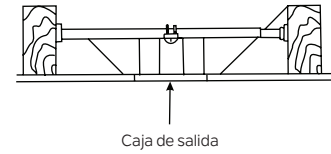

Fig. 4
**NOTA:** Dependiendo de la ubicación que haya seleccionado para la instalación, es posible que deba comprar e instalar un "Colgador de viguetas" para el soporte de la caja de salida. Asegúrese de que la percha de la vigueta que compre ha sido diseñada para su uso con ventiladores de techo. (Fig. 4)